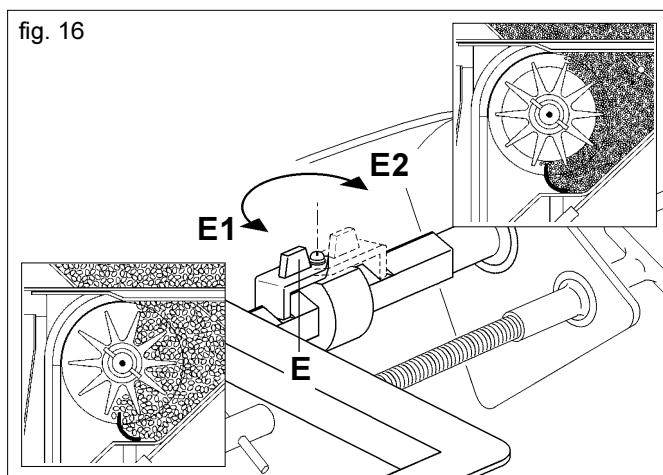

fig. 16
Le ressort de blocage (cf. E Fig. 13, 16) permet de modifier l'ouverture de la vanne et, en même temps, le débit du rouleau doseur. La position «E1» (Fig. 16) permet l'ouverture de la vanne sur l'échelle graduée de 0 à 110 avec le maximum de la capacité de distribution du rouleau doseur; tandis que la position «E2» permet une ouverture de la vanne de 0 à 25 et une réduction du débit du rouleau. Il est important de fermer complètement la vanne (au 0 de l'échelle graduée) pour inverser la position du ressort de blocage (E).